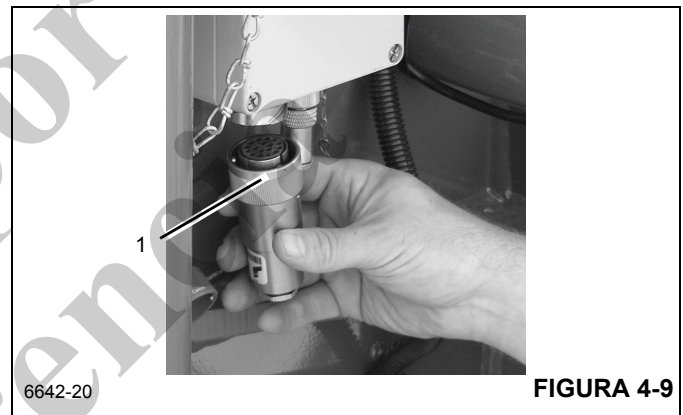

FIGURA 4-9
- b. Retire el enchufe falso (1) Figura 4-9 de la caja de empalmes en la punta de la pluma.